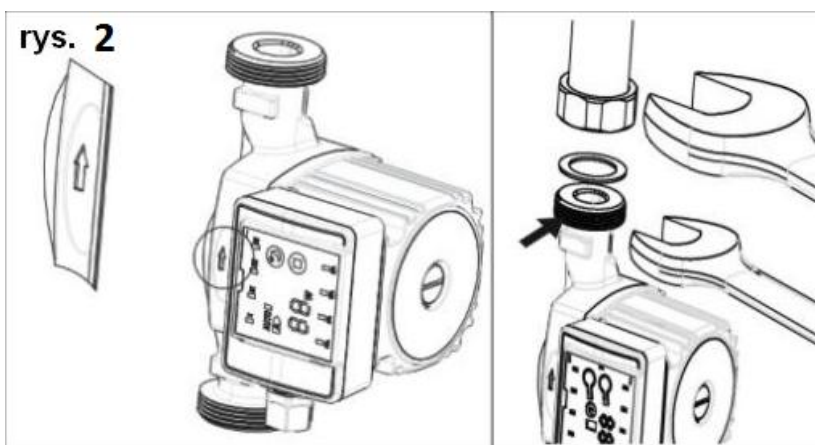

Rys. 1
- odkleić tarczę panelu sterowania (rys.1 pozycja 7)